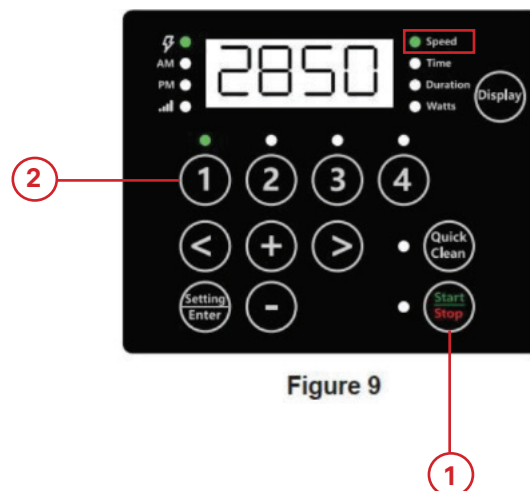

Figure 9
- 2) Appuyez sur "1". Le voyant SPEED 1 et le voyant du paramètre "Speed" s'allument pendant la modification. **Voir Figure 9.**